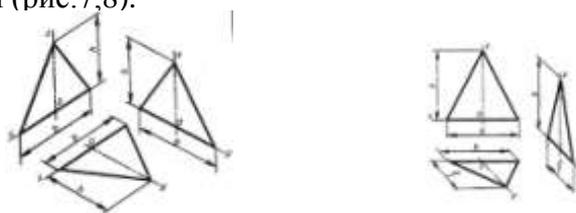

Рис.7,8
1. Треугольник расположен во фронтальной плоскости. По оси x откладываем по обе стороны от точки O отрезки $b/2$, равные в сумме b – стороне треугольника, а по оси z – его высоту h . Полученные точки соединяем отрезками прямых (рис.7,8).
2. Треугольник расположен в горизонтальной плоскости. По оси x откладываем от точки O отрезки $b/2$, равные в сумме b – стороне треугольника, а по оси y – его высоту h . Для изометрической проекции (рис.7) и половину его высоты
3. Треугольник расположен в профильной плоскости. По оси y откладываем половину стороны ($b/2$) для фронтальной диметрической проекции и сторону b для изометрической, а по оси z – его высоту h (рис.7,8).